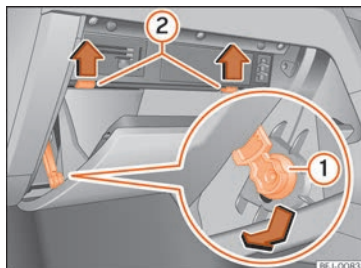

Abb. 53 Handschuhfach (Rechtslenker): Zugang zum Sicherungskasten.
- Halteelement »» **Abb. 53** ① in der Öffnung des Halters nach unten verschieben und zur Seite herausnehmen.
- Anschlagzapfen »» **Abb. 53** ② in Pfeilrichtung nach oben drücken und gleichzeitig das Handschuhfach weiter öffnen.
- Zum Einbauen, Handschuhfach in die geeignete Position bringen. Führen Sie das Halteelement in die Öffnung des Halters ein und verschieben Sie es nach oben bis es hörbar einrastet. Drücken Sie das Handschuhfach vorsichtig über den Widerstand der Anschlagzapfen »» **Abb. 53** ② hinweg nach vorn.